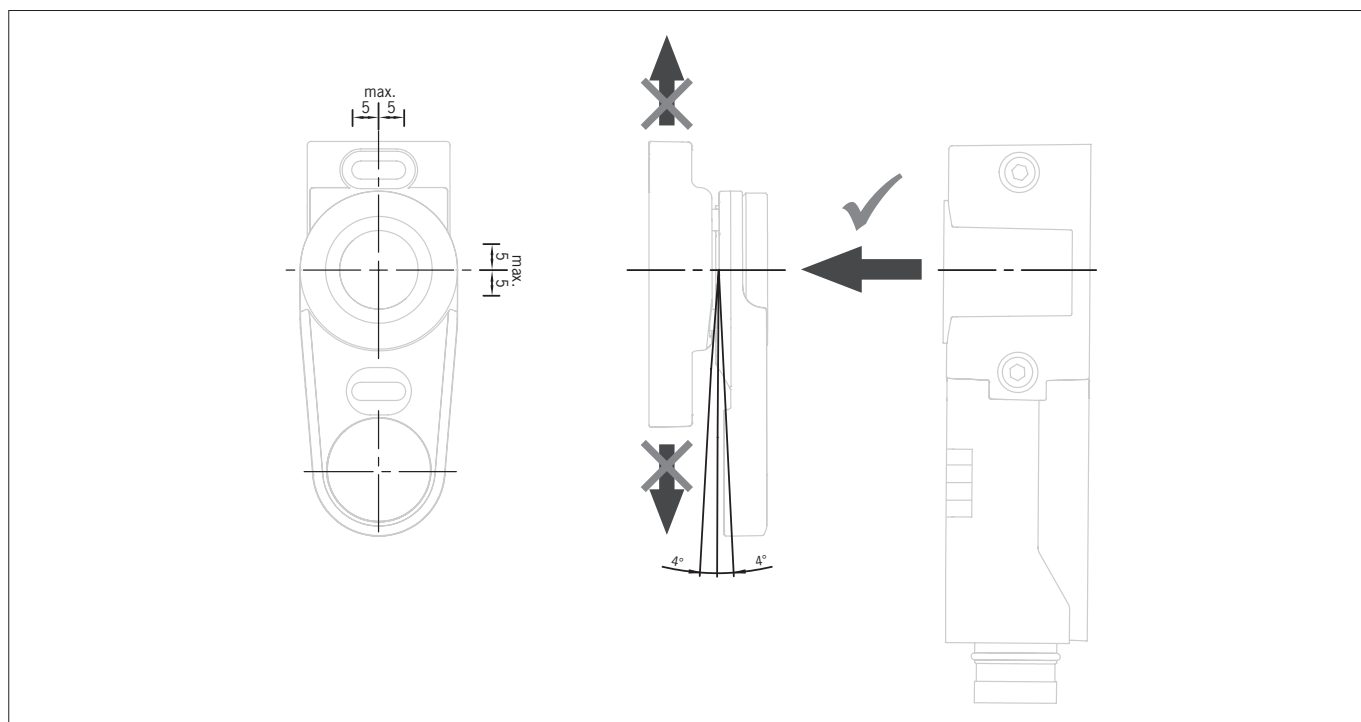

Figura 3: Direzione di azionamento, max. spostamento dal centro e max. deviazione dell'azionatore
- › Aprendo il riparo mobile, l'azionatore deve essere allontanato frontalmente dal finecorsa (vedi *Figura 3: Direzione di azionamento, max. spostamento dal centro e max. deviazione dell'azionatore a pagina 10*).